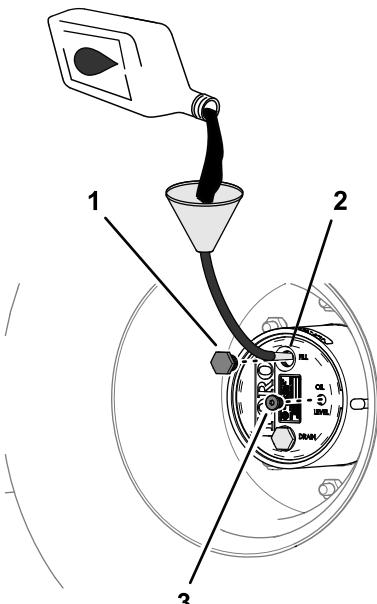

图 98
4. 如果润滑油油位较低应取出加油塞添加指定润滑油直至油开始从检查塞孔中流出 图 98 请参阅 行星齿轮传动润滑油规格 \(页码 59\)。
6. 安装加油塞和检查塞 图 98。
- 通过加油塞孔缓慢添加指定齿轮润滑油请参阅 检查行星齿轮传动润滑油 \(页码 59\)中的图 98。
- 安装加油塞和检查塞请参阅 检查行星齿轮传动润滑油 \(页码 59\)中的图 98。